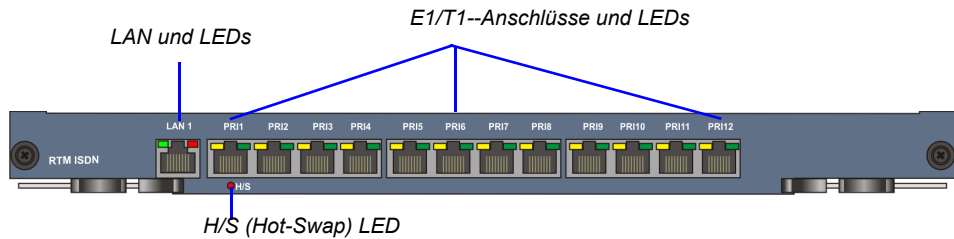

Abbildung 1-12 RMX 4000 Layout der RTM ISDN-Rückplatte
- 7 E1- oder 9 T1 PRI-Leitungen, die auf einen beliebigen der 12 Anschlüsse gesteckt werden können, wie in Abbildung 1-12 gezeigt.